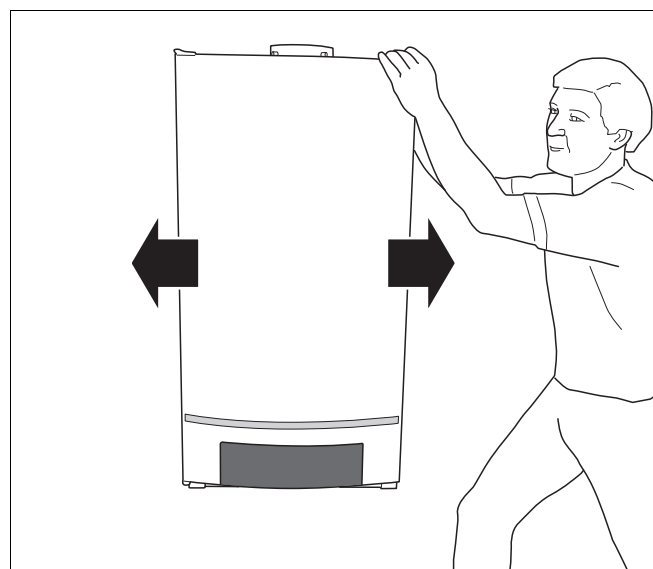

Fig. 9 Kedlen skubbes
- Skub kedlen til den korrekte position (fig. 9).